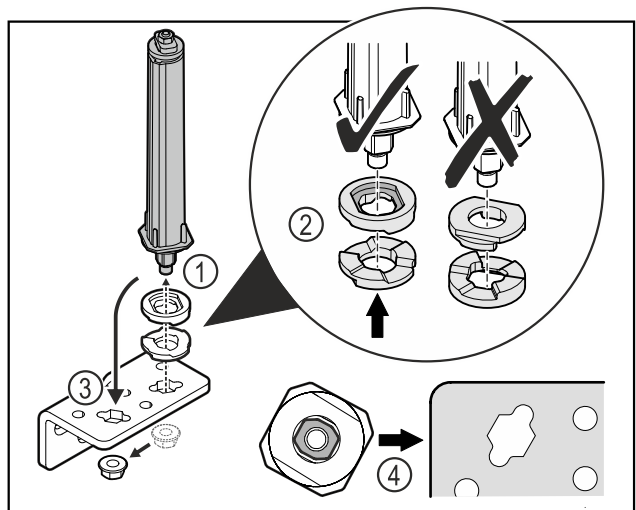

Fig. 46
- ▶ Povolte matici a odstraňte uzavírací systém dvířek Fig. 46 (1).
- ▶ Dbejte na správné vyrovnaní výškově stavitelných podložek Fig. 46 (2).
- ▶ Přesaďte uzavírací systém dvířek v úhelníku závěsu a upevněte jej maticí Fig. 46 (3).
- ▶ Při nasazování dbejte na správné vyrovnaní uzavíracího systému dvířek Fig. 46 (4).